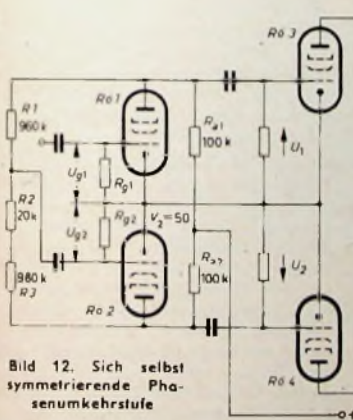

Bild 12. Sich selbst symmetrierende Phasenumkehrstufe
Die Schaltung einer sich selbst symmetrierenden Phasenumkehrstufe zeigt Bild 12. Für die Spannungen  $U_1$  und  $U_2$  gilt die Forderung
In üblichen Phasenumkehrschaltungen würde bei Röhrenalterung oder Röhrenwechsel in der Phasenumkehrstufe keine Spannungssymmetrie entsprechend Gl (5) mehr vorhanden sein. Die Folge wäre ein starkes Ansteigen des Klirrfaktors. Die Schaltung nach Bild 12 stellt aber eine Brücke dar, wobei zwei Brückenglieder durch die beiden resultierenden Außenwiderstände (Spannungsteiler und Röhren) gebildet werden. Die beiden anderen Brückenzweige werden durch die Widerstände  $R 1$ ,  $R 2$  und den Widerstand  $R 3$  dargestellt. Die Dimensionierung der Widerstände  $R 1$ ,  $R 2$  und  $R 3$  ergibt sich aus folgender Überlegung: